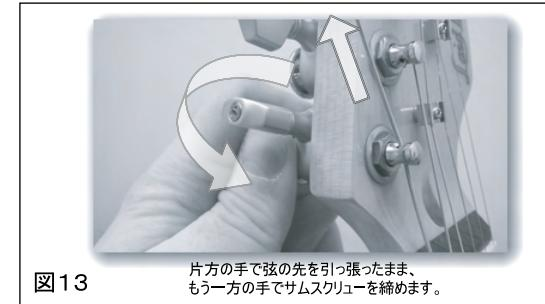

図13 片方の手で弦の先を引っ張ったまま、もう一方の手でサムスクリューを締めます。
- いっぱいに弦を引っ張った状態のまま、ストリングロック/サムスクリューを右(時計回り)に回し、弦が抜けなくなるようしっかりロックします。(図13)